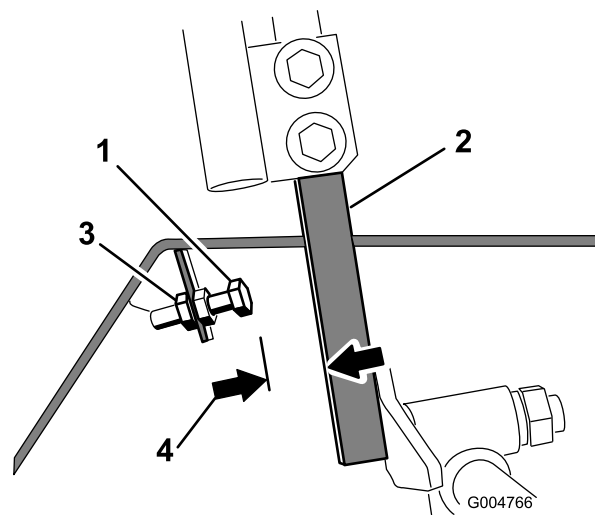

Figure 60
4. Desserrez l'écrou de blocage sur le boulon d'arrêt de l'un des leviers de commande (Figure 60).